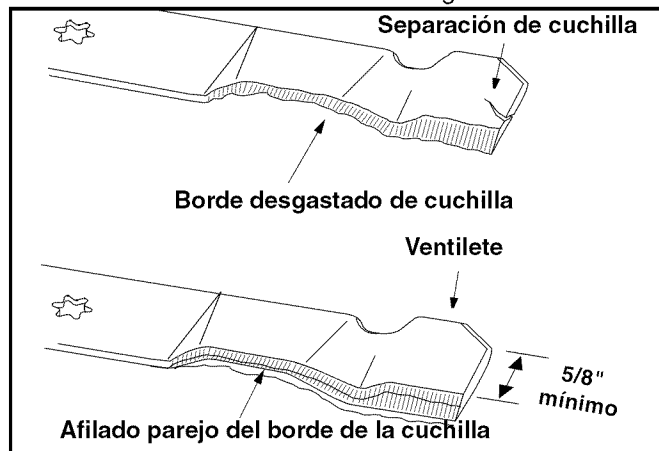

Figura 17
- Para afilar las cuchillas de corte de forma adecuada, extraiga cantidades iguales de metal de ambos extremos de las cuchillas a lo largo de los bordes cortantes, de forma paralela al borde de caída, a un ángulo de 25° a 30°. Vea la Figura 17.
IMPORTANTE: Si el borde de corte de la cuchilla ya ha sido afilado hasta dentro de 5/8" del radio del ventilete, o si existe una separación de metales, reemplace las cuchillas con otras nuevas. Vea la Figura 17.